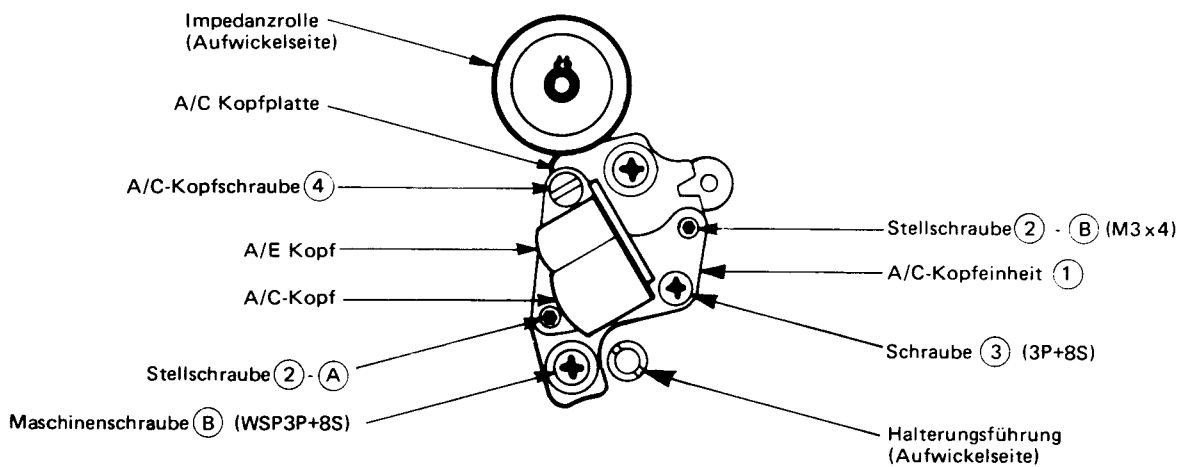

Abbildung 72
4. Bei normalem Bandlauf werden dann die Schrauben ② - A und ② - B gemäß der Abbildung 72 durch langsames Drehen eingestellt.